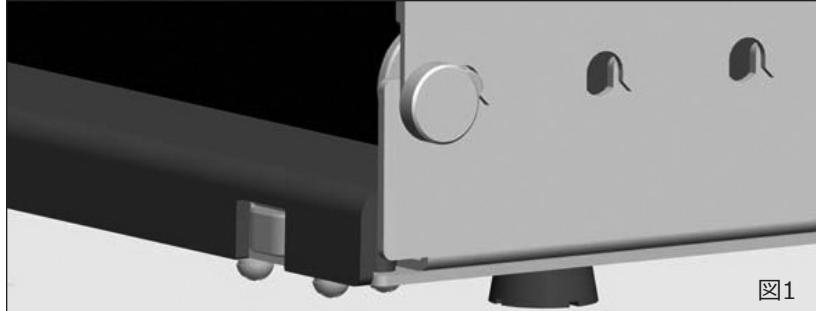

図1
1. 円形の固定ノブを反時計回りに回し、ゆるめます。完全に外す必要はありません。(図1)